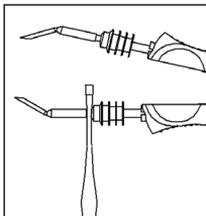

Abbildung 9a
- Lötspitze/Entlöteinsatz mit Spitzenwechsellpinzette greifen und vorsichtig nach vorne abziehen (Abb. 9a + 9b ).